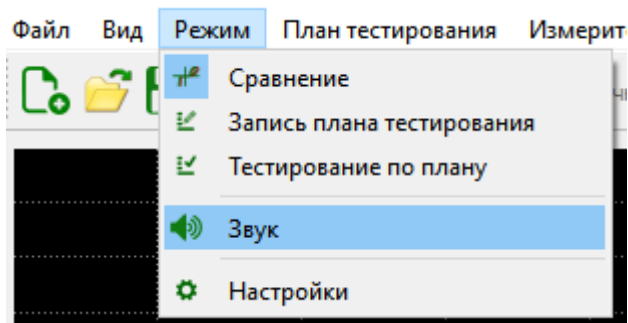

Рисунок 12. Элемент интерфейса включения звукового сигнала
- Если степень различия измеренных ВАХ превышает заданный порог сравнения, то издается звуковой сигнал. По умолчанию звуковой сигнал отключен, но при необходимости его можно включить во вкладке "Режим" -> "Звук" (рисунок 12).